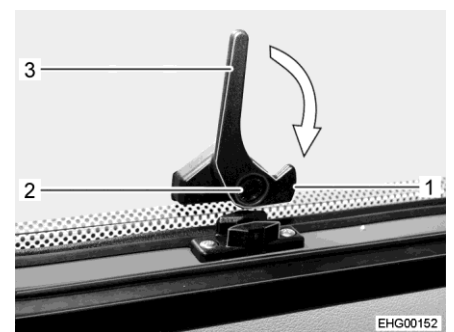

Bild 39 Verriegelungshebel, unten (Stellung "geöffnet")
- Sicherungsknopf (Bild 39,2) am unteren Verriegelungshebel (Bild 39,3) drücken und gedrückt halten.
- Unteren Verriegelungshebel (Bild 39,3) eine viertel Umdrehung zum Fensterrahmen hin drehen, bis die Verriegelungsnase (Bild 39,1) einrastet.